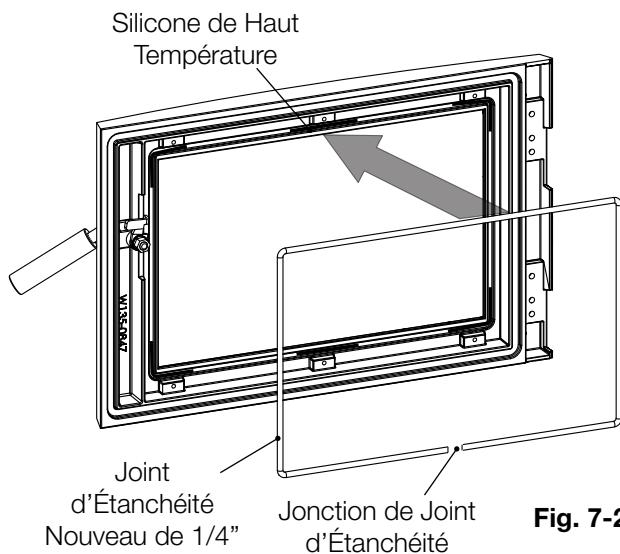

Fig. 7-2
- Appliquez **silicone de haut température** (non fourni) dans la rainure de joint d'étanchéité comme illustré (**Fig. 7-2**).
- Coupez le joint d'étanchéité de $\frac{1}{4}$ " gasket (fourni) à taille et le placez au dessus du silicone. Appuyez le joint d'étanchéité fermement d'assurer qu'il reste en place. Assurez-vous que la jonction de joint d'étanchéité face vers le bas comme illustré (**Fig. 7-2**).